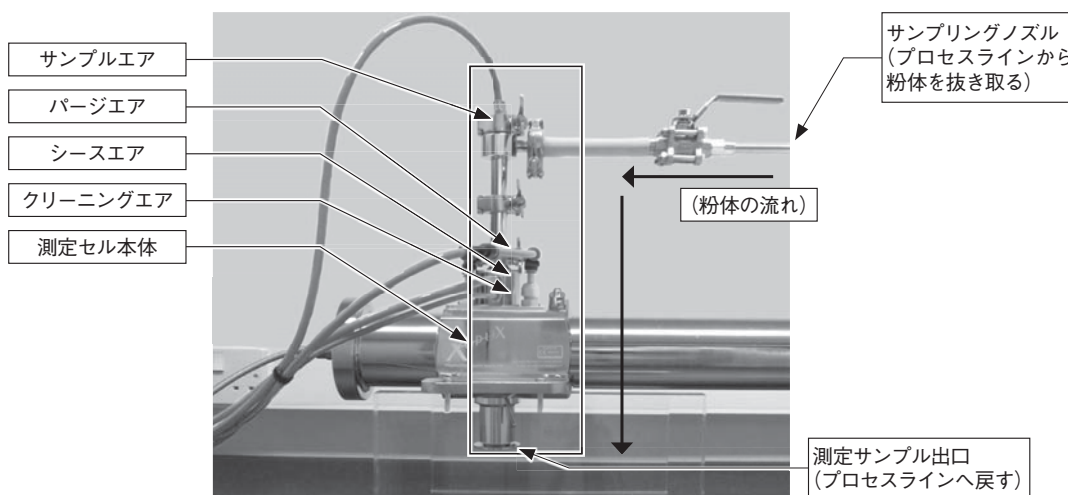

図1 ファーマサイザのフロー
式を採用し、パージエアやシースエア、セルクリーニングエアによって粉体が測定セルに付着しにくい構造となっている(図1参照)。
- ① 粉接部材質：ALLSUS316L
- ② 非粉接部材質：ALLSUS304/SUS316
- ③ O-リング/ガスケット材質：シリコン製(FDA)
- ④ 表面仕上
- ⑤ 軽量で頑丈なボディでコンパクトな構造。設置場所の選択域が広い。
- ⑥ 粉接部である測定セル本体の持ち運びは、人手で容易にできる(図1参照)。
- ⑦ 非接粉部/粉接部の部品分解・水洗浄が容易。